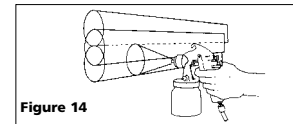

Figura 14
4. Los empates entre cada mano deben ser suficientes para obtener un acabado parejo al final (Vea la Figura 14).